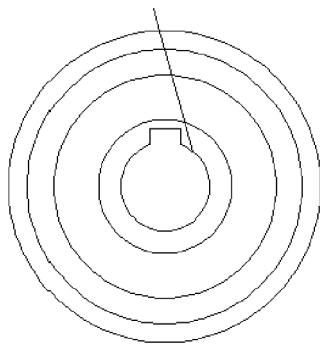

图 13-23 旋转绘制的直线
3) 单击【修改】选项板|【旋转】按钮 ↻ ，选中绘制的直线，按回车键，捕捉齿根圆上端的象限点为基点，在命令行输入旋转角度“15”，按回车键，如图 13-23 所示。